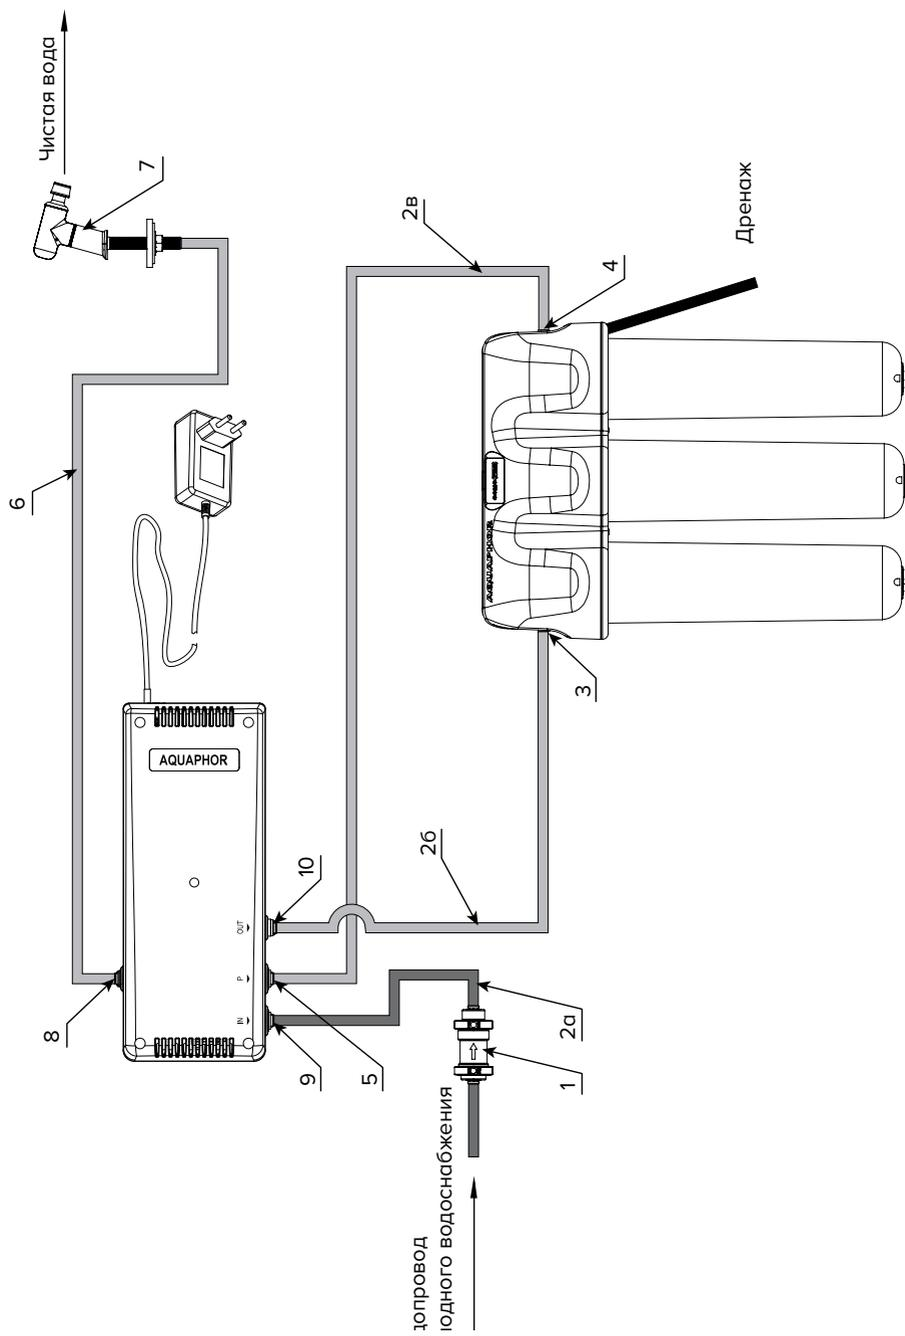

Рисунок 7. Схема подключения КПД к автомату питьевой воды Аквафор DWM-312S Pro
ПОДКЛЮЧЕНИЕ КПД К АВТОМАТУ ПИТЬЕВОЙ ВОДЫ АКВАФОР DWM-312S Pro (рис. 7)
- Извлеките трубку JG (6) из штуцера (4).
- Подключите собранный редуктор с трубкой (1), входящий в комплектацию КПД, к штуцеру входного крана (водопровод холодного водоснабжения). Убедитесь, что направление стрелки на корпусе редуктора соответствует показанному на рис. 7. После чего трубку JG (in) (2а) подсоедините к свободному выходу редуктора (1), другой конец трубки подсоедините к штуцеру (9) КПД.
- Подключите трубку JG (out) (2б) к входному штуцеру DWM (3), другой конец трубки подсоедините к штуцеру (10) КПД.
- Подключите трубку JG (2в) к штуцерам (4) и (5).
- Подключите трубку JG (6), входящую в комплектацию DWM и идущую от наконечника для чистой воды (7), к штуцеру (8).